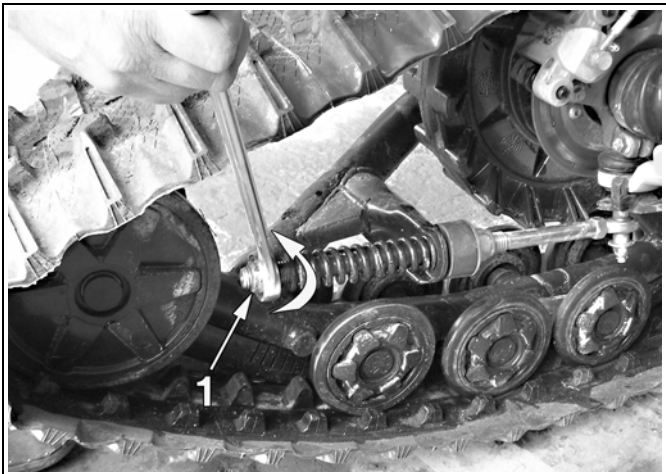

Abbildung 3
- Lösen Sie die Überwurfmutter (1), die die Feder der Stabilisierungsstange zusammendrückt (siehe Abbildung 3).